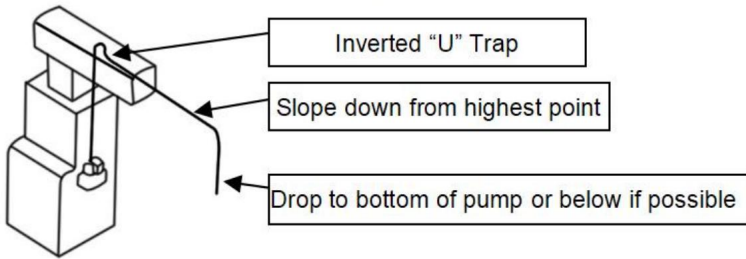

Figure 4
1. Raccordez le tuyau flexible d'évacuation de l'évaporateur à l'une des trois entrées de la pompe. Assurez-vous que le tuyau d'entrée est incliné vers le bas pour permettre l'écoulement par gravité (Figure 4). Prolongez le tuyau d'arrivée d'eau dans le réservoir de 2,5 à 7,5 cm pour éviter tout problème de fonctionnement du flotteur. Veillez à ce que le tuyau d'arrivée soit coupé en biseau, là où il pénètre dans le réservoir.